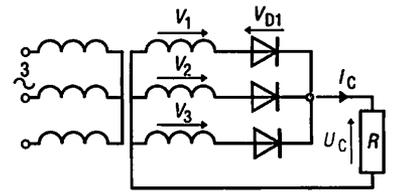

Fig. 21 : Redressement triphasé simple alternance.
5.1. Redressement simple alternance (fig. 21)